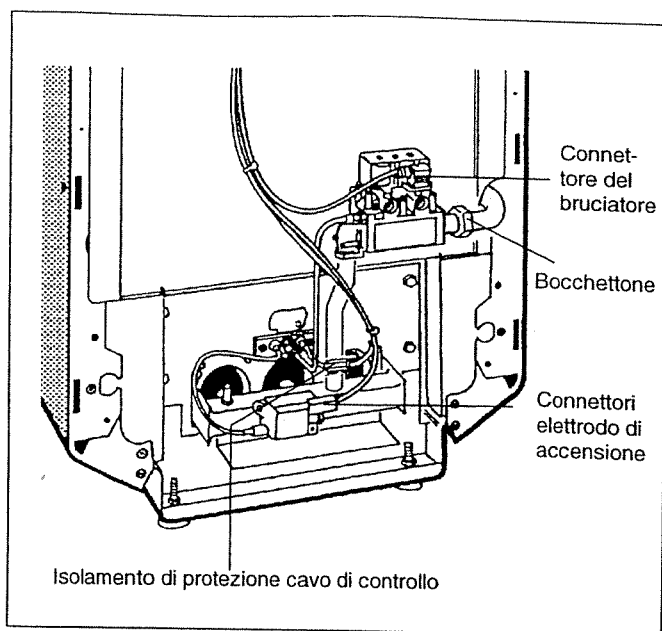

Fig. 36: Bruciatore a gas
- Separare il bruciatore dal tubo di alimentazione in corrispondenza del bocchettone (Fig. 36).
- Allentare la vite dal connettore del bruciatore e quindi staccare quest'ultimo (Fig. 36).
- Staccare il connettore dell'elettrodo di accensione (Fig. 36).
- Togliere l'isolamento di protezione del cavo di controllo ed allentare il connettore (Fig. 36).